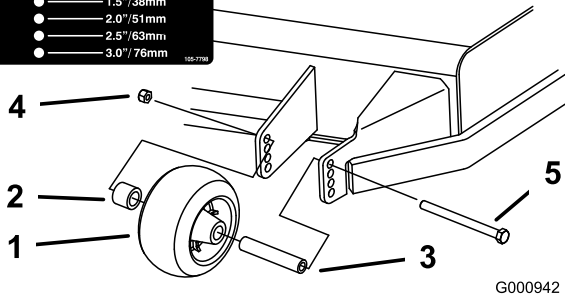
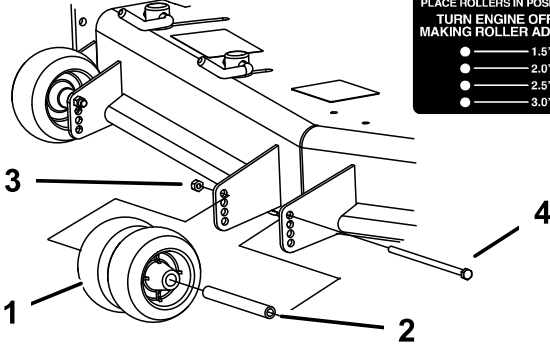
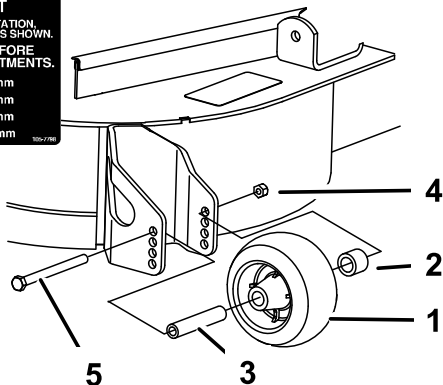

Figure 20
Figure 21
Figure 22
3. Après avoir réglé la hauteur de coupe, réglez les galets en retirant l'écrou à collerette, la bague, l'entretoise et le boulon (Figure 20, Figure 21 et Figure 22).
Remarque: Les deux galets centraux ne sont pas munis d'entretoise (Figure 21).
5. Posez l'écrou à embase, la bague, l'entretoise et le boulon. Serrez à 54–61 N·m (40–45 pi·lb) (Figure 20, Figure 21 et Figure 22).